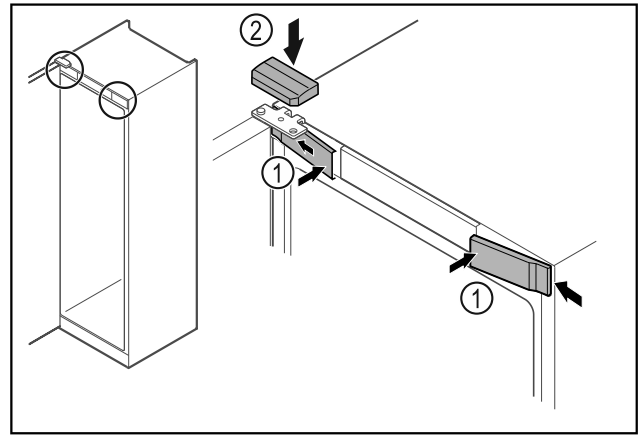

Fig. 68
- ▶ Voorste afdekkingen Fig. 68 (1) zijdelings bevestigen en vastklikken.
- ▶ Bovenste afdekking Fig. 68 (2) van boven vastklikken.